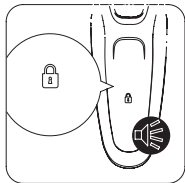

Fig. 8
- Enjuague el cabezal bajo el grifo. (Fig. 8)
- Si el aparato ha estado en funcionamiento más de 90 segundos, al apagarlo aparecerá en la pantalla el % de batería restante y el icono recordatorio de limpieza (4) durante unos 3 segundos.